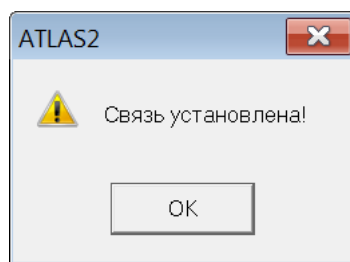

Рис. 10-351 – Информационное окно при установке связи между ФО и отказывающей функцией
5) Нажать кнопку «Указать функцию для вида отказа» (рис. 10-351).